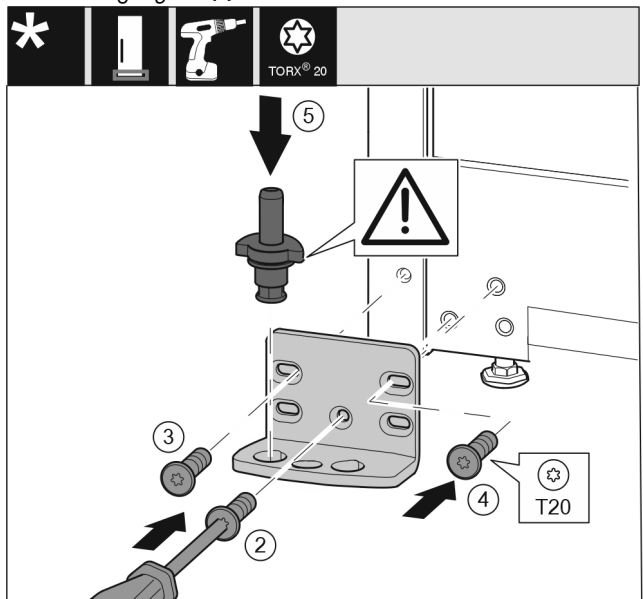

Fig. 19
- ▶ Lagerbock auf der anderen Seite ansetzen und mit Hilfe eines Schraubendrehers anschrauben. Mit der Schraube Fig. 19 (2) unten in der Mitte beginnen.
- ▶ Schraube Fig. 19 (3) und Schraube Fig. 19 (4) fest-schrauben.
- ▶ Lagerbolzen Fig. 19 (5) komplett einsetzen. Dabei darauf achten, dass der Rastnocken nach hinten zeigt.